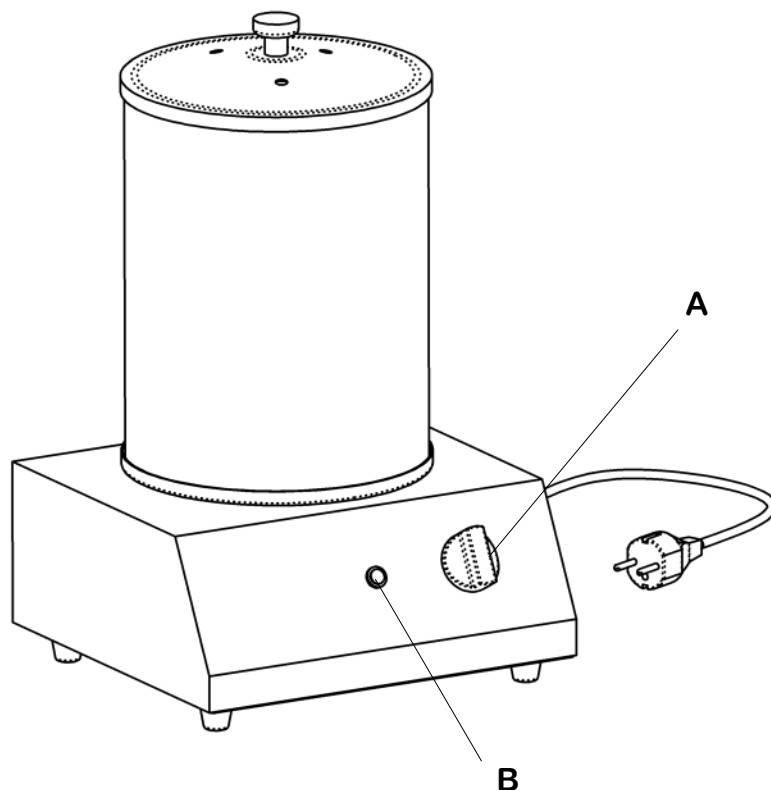

Fig.1
4. Füllen Sie Wasser in den Edelstahlbehälter (C), der sich unterhalb des Zylinders befindet.
5. Drehen Sie den Thermostatknebel (Fig. A) auf die gewünschte Temperatur. Die Kontrolllampe (B) leuchtet auf. Sie erlischt, sobald die eingestellte Temperatur erreicht ist.
7. Zum Ausschalten drehen Sie den Thermostatknebel (Fig. 1 A) auf Position (0) und vergewissern Sie sich, dass die Kontrolllampe erlischt (Fig. 1 B)